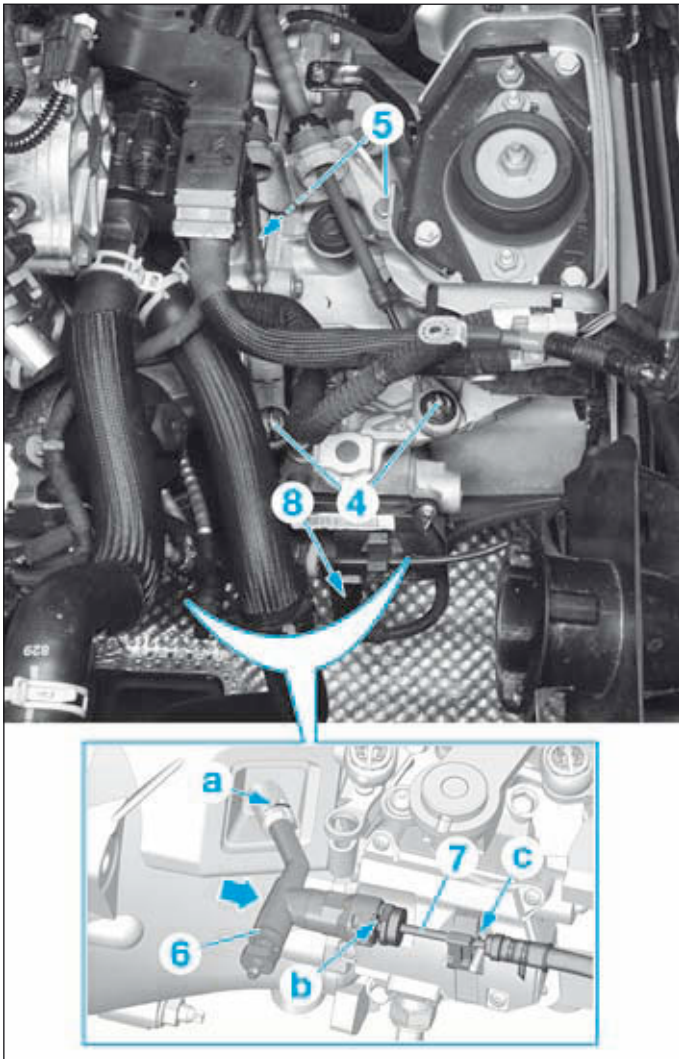
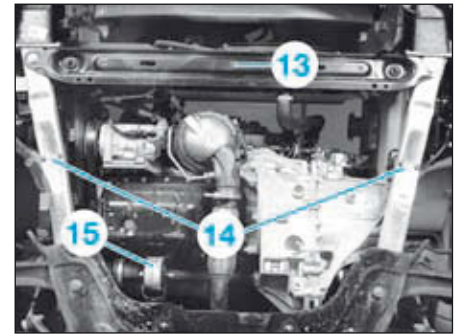
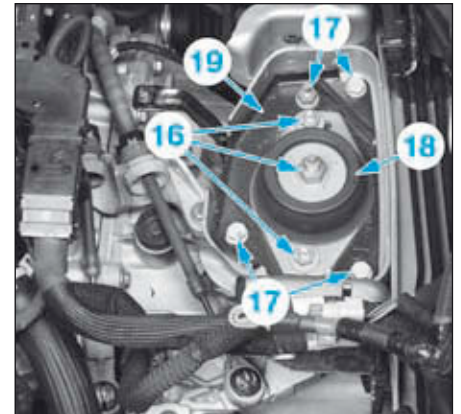
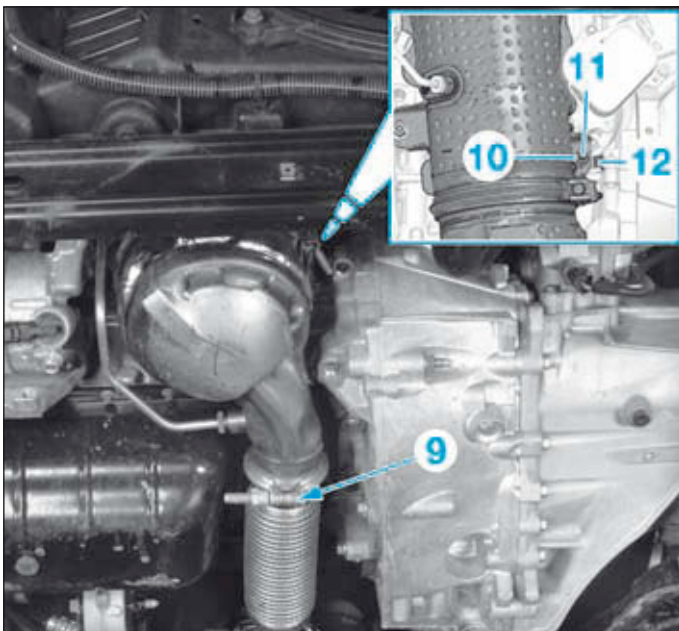

FIG.5
FIG.7
FIG.8
FIG.6
- Désaccoupler les rotules (4) à l'aide d'une pince à becs (Fig.5).
- les vis (5) de fixation du support des câbles et les écarter de la boîte de vitesses,
- le raccord purgeur (6) en (a),
- la canalisation hydraulique (7) en (b) et (c).
- Déposer le raccord purgeur (6).
- Obturer la canalisation hydraulique (7) à l'aide de bouchon.
- Débrancher le contacteur de feux de recul (8).
- Déposer (Fig.6) :
- le collier (9) du flexible d'échappement,
- l'écrou (10) et le goujon (11) de fixation du catalyseur/filtre à particules,
- la vis (12) d'accouplement moteur/boîte de vitesses (jusqu'à arriver en butée sur le catalyseur/filtre à particules).
- la traverse inférieure du radiateur (13) (Fig.7),
- les allonges du berceau (14),
- la biellette anticouple (15),
- les écrous (16) du support de boîte (Fig.8),
- les fixations (17) de la platine,
- le support de boîte (18) et sa platine (19),